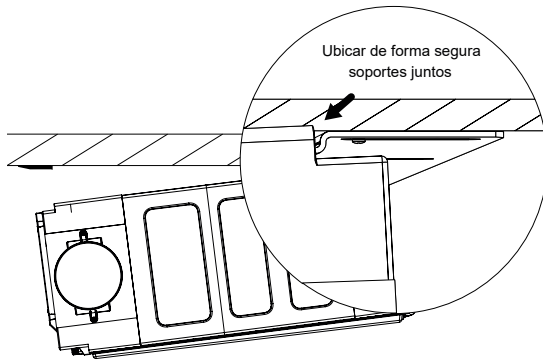
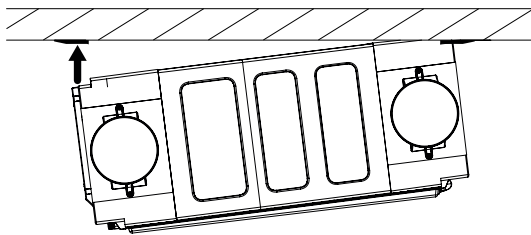

Imagen 2
Imagen 3
2.4.7 La unidad se fija al soporte de techo encajando el soporte adjunto a la parte posterior de la unidad y deslizando en su lugar. Primero, asegúrese de que se logre la conexión en el soporte fijo "seguro" (Ver *Imagen 2*) y empuje la unidad hacia el techo, deslice el soporte fijo "sin apretar" para conectarlo con el soporte en la parte posterior de la unidad (Ver *Imagen 3*).